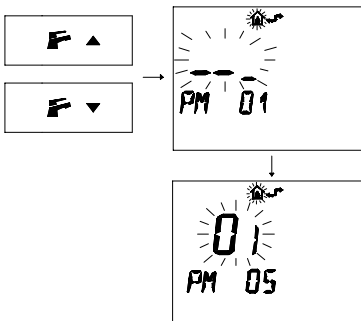

fig. 8.12
- 3 Premere i pulsanti  o  per visualizzare la programmazione “PM 05” Tipo gas primo livello fig. 8.12